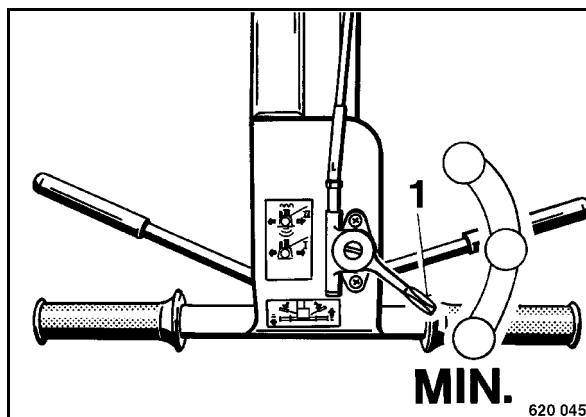

рис. 12
- Установить рычаг управления частотой вращения 1 (рис. 12) в положение "MIN" (холостой ход). Также поступайте в случае кратковременных перерывов в работе. Благодаря этому предотвращается пробуксовывание центробежного сцепления.